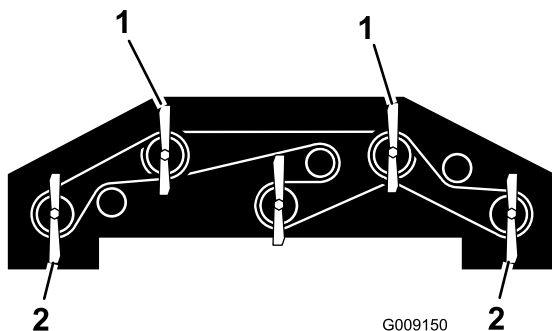

図 94
1. 前デッキのブレード2枚とウイングレットのブレードを前後方向に向ける（図 94）。